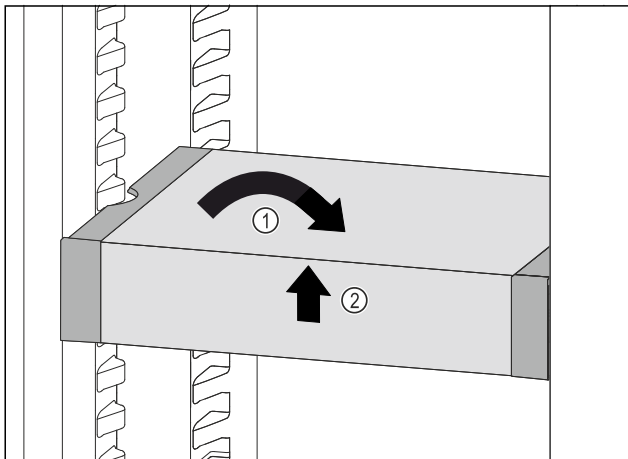

Fig. 110
- ▶ Установите VarioSafe прямо. Fig. 110 (1)
- ▶ Приподнимите VarioSafe спереди. Fig. 110 (2)